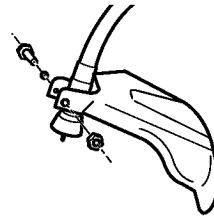

Fig. 9
**Montage du protège-lame (Fig. 9, 10, 10-1, 11)**